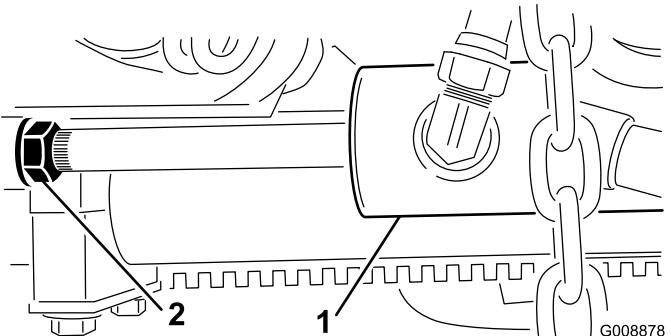

図24
- B. シリンダについているジャムナットを戻す（図24）。